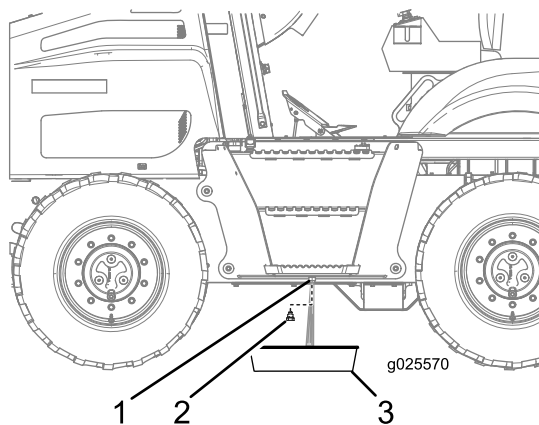

Figure 71
3. Dévissez le bouchon de vidange du réservoir de carburant et vidangez l'eau (Figure 71).
4. Lorsque le carburant qui s'écoule est propre, remettez le bouchon de vidange et serrez-le solidement (Figure 71).